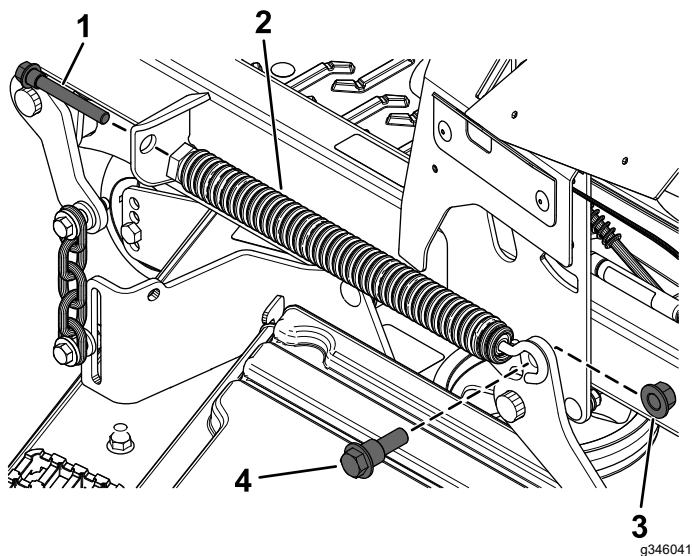

Figura 6
1. Rimuovete il bullone a molla che fissa la parte anteriore della molla di sollevamento del piatto (Figura 6).
2. Rimuovete il bullone di spallamento e il dado di bloccaggio (1/2") che fissano la parte posteriore della molla di sollevamento del piatto (Figura 6).
3. Rimuovete la molla di sollevamento del piatto (Figura 6).